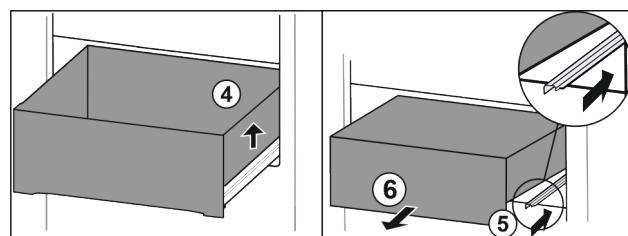

Fig. 93
- Підняти висувний ящик праворуч. Fig. 93 (4)
- Вставити праву рейку. Fig. 93 (5)
- Вийняти висувний ящик рухом вперед. Fig. 93 (6)